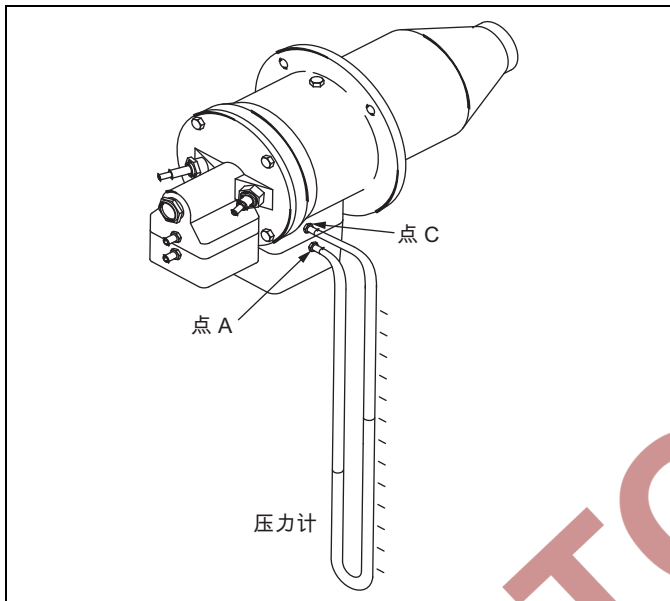

图 4.2. 设置高火空气
3. 按照使用说明书的要求进行如下单燃烧器系统或多燃烧器系统的高火空气设置。(See Figure 4.2)
- 确保风机的旋转方向正确。如果不正确, 由合格的电工重新进行风机接线, 以使其反向旋转。第 2 步：设置高火空气 (图 4.2)
第 2 步：设置高火空气 (图 4.2)